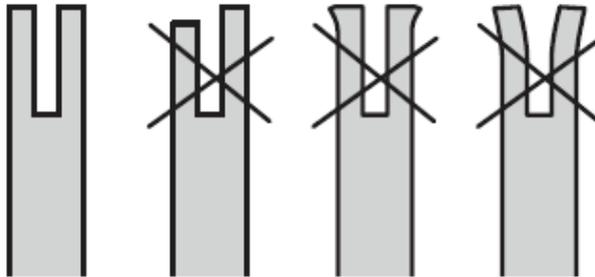

Fig. 40
5. Verifique a “ranhura” da guia quanto a desgaste: Segure uma régua (extremidade reta) contra a lateral da guia e as “platinas laterais”. Se houver uma folga entre a régua e a guia, a “ranhura” da guia está normal. Se não houver folga (a régua fica encostada à lateral da barra guia), a “ranhura” da guia está desgastada e tem de ser substituída por uma nova do mesmo tipo (Fig. 40).